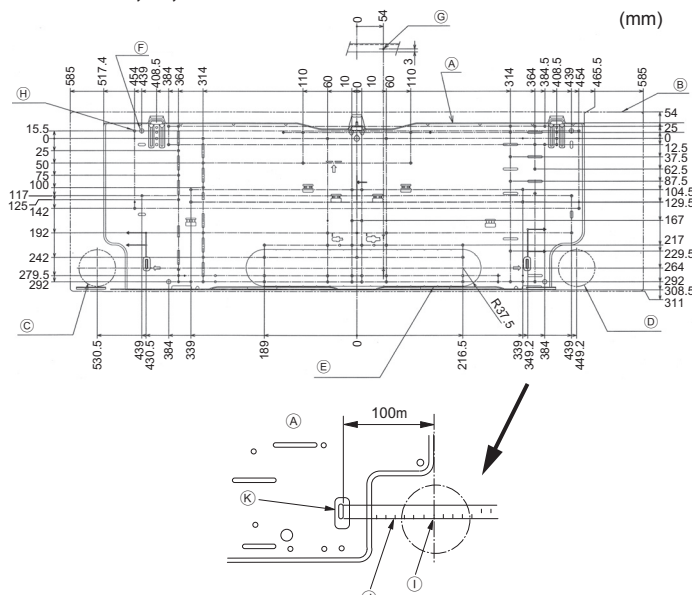

Рис. 3-2
①	Монтажная плата	1	Установить на заднюю часть блока
②	Винт-саморез 4 × 25	7
③	Изолянта	2
④	L-образная соединительная трубка	1
⑤	Штуцер для зарядки	1
⑥	Беспроводной пульт дистанционного управления	1
⑦	Держатель ПДУ	1
⑧	Алкалайновые элементы питания (тип AAA)	2	Используйте упаковочный материал
⑨	Винт-саморез 3,5 × 16	2
⑩	Проставка	1
3.2. Установка настенного крепления (Рис. 3-2)